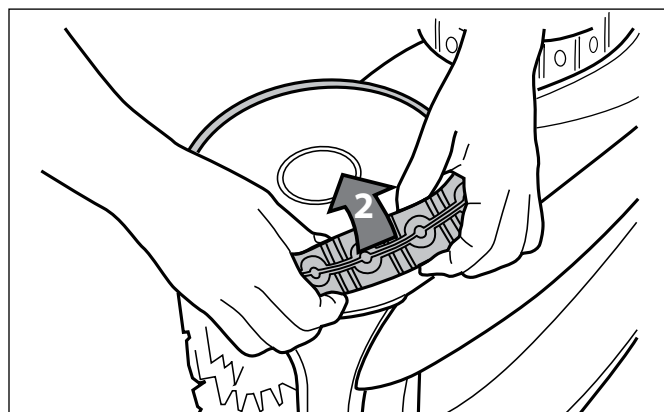

Figure 36. Enlever le pneu utilisé
2. Retirer le pneu utilisé (Figure 36).